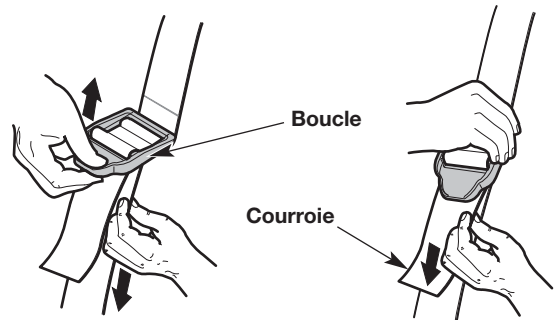

Fig. 6
6. Ajustez la bandoulière en fonction de l'opérateur (Fig. 6). Tirez la boucle vers le haut pour desserrer la bandoulière. Tirez la bandoulière vers le bas pour serrer la bandoulière.